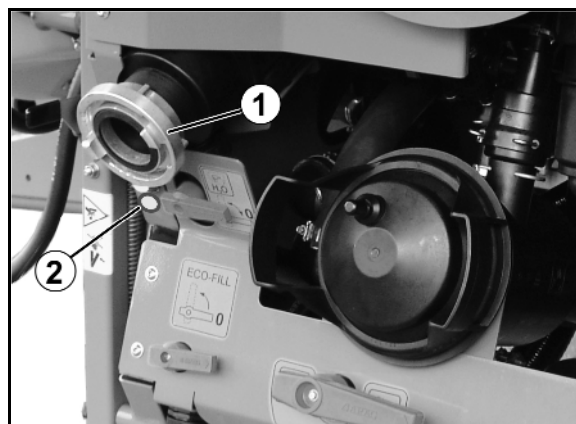

Bild 48
- Påfyllning med valfritt avstånd och vridbart utlopp (Bild 48).